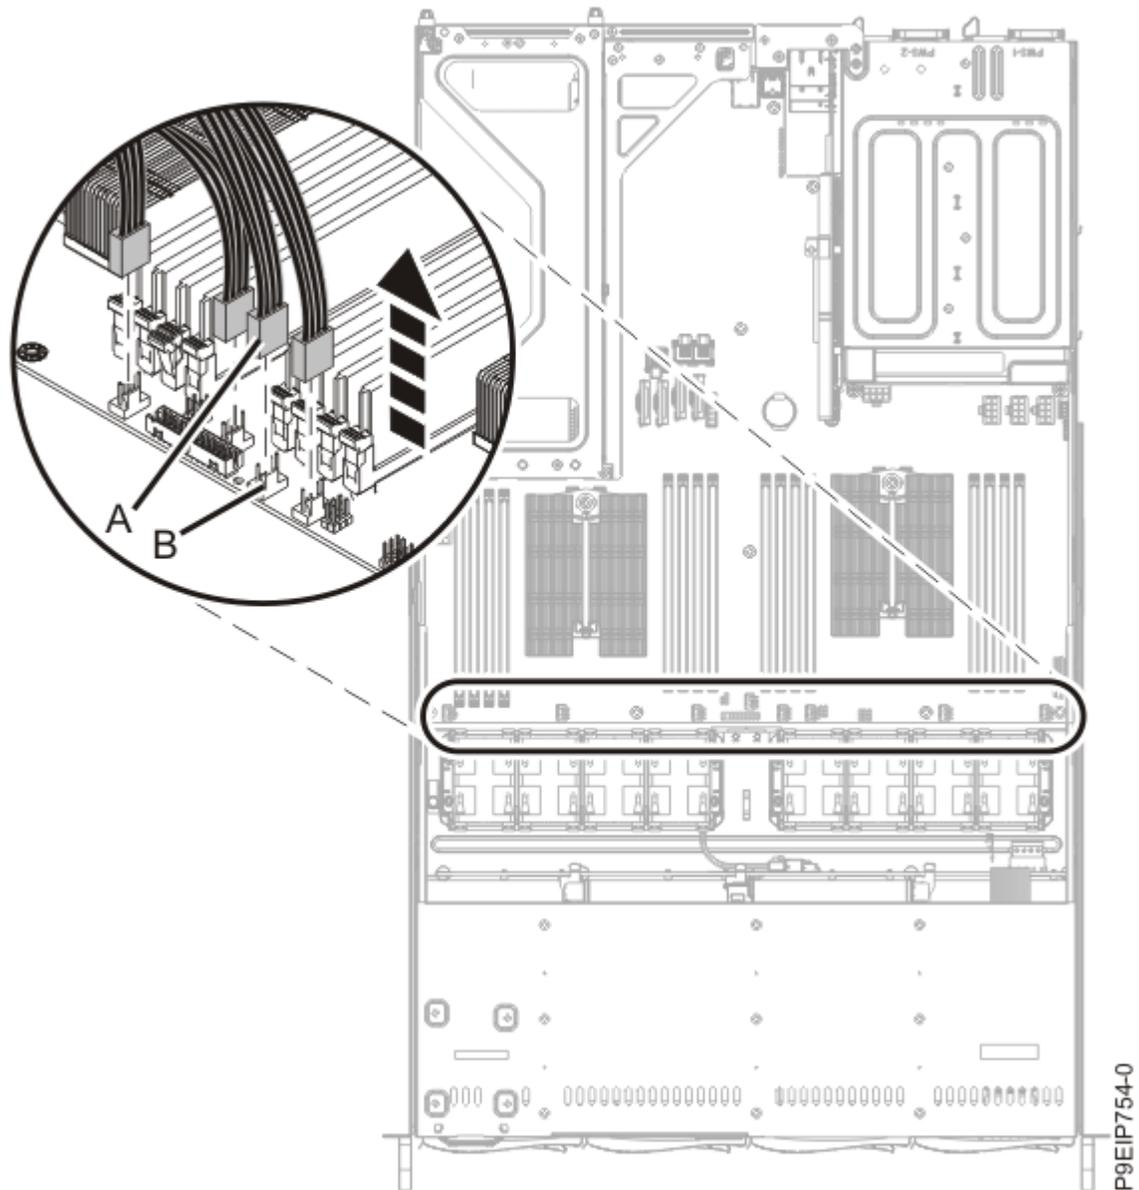

Figure 14. Déconnexion du câble du ventilateur
5. Pour déconnecter un câble de ventilateur, enfoncez la patte du connecteur **(B)** et ôtez avec soin le connecteur **(A)** du fond de panier système, comme indiqué dans la Figure 14, à la page 18.